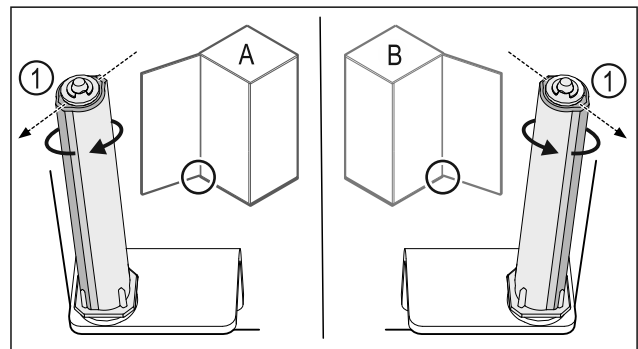

Fig. 30 Tope izquierdo (A) / tope derecho (B)
- ▶ Girar el sistema de cierre contra la resistencia hasta que el alma del sistema de cierre Fig. 30 (1) apunte hacia afuera.